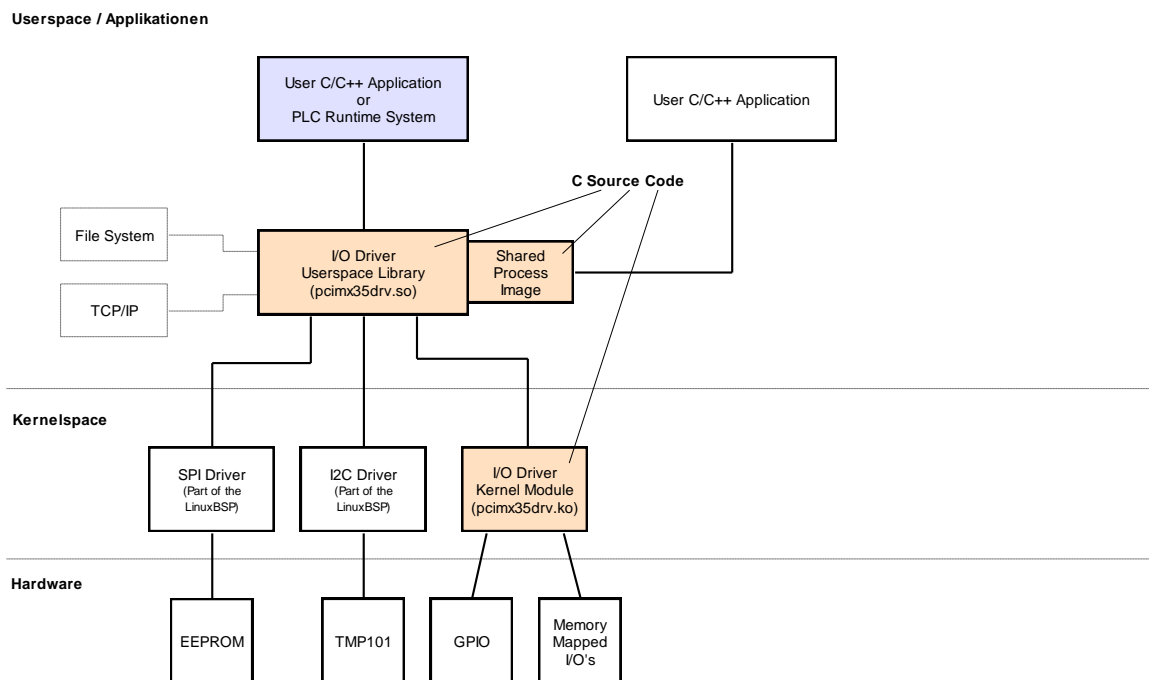

Bild 63: Übersicht zum Driver Development Kit für das ECUcore-iMX35
Bild 63 vermittelt einen Überblick über die DDK-Struktur und die enthaltenen Komponenten. Das DDK beinhaltet unter anderem die Quellen des Linux Kernel-Treibers (*pcimx35drv.ko*) und der Linux User-Bibliothek (*pcimx35drv.so*).
1. Sourcecode für Linux Kernel-Treiber (*pcimx35drv.ko*, siehe Bild 63), beinhaltet alle notwendigen Files um Kernel-Treiber neu zu erstellen (C- und H-Files, Makefile usw.)
2. Sourcecode für Linux User-Bibliothek (*pcimx35drv.so*, siehe Bild 63), beinhaltet alle notwendigen Files um User-Bibliothek (incl. der Implementierung des Shared Process Image) neu zu erstellen (C- und H-Files, Makefile usw.)